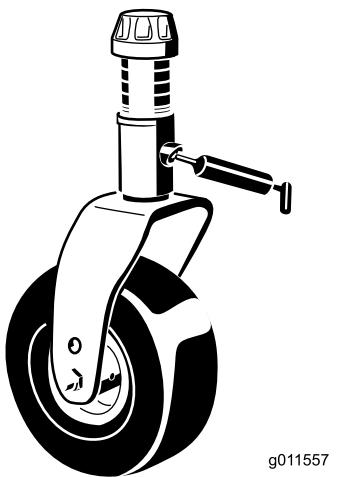

Рисунок 80
- Втулки валов вилок поворотных колес (2 шт.) (Рисунок 80)